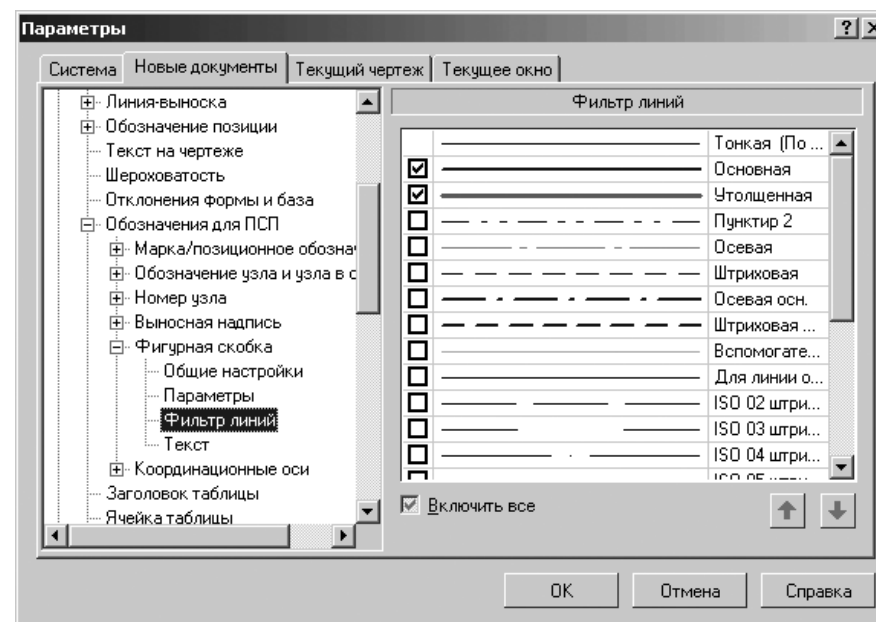

Рис. 10.66. Диалоговое окно **Параметры** с открытой вкладкой **Новые документы** и панелью **Фильтр линий**
- щелкните в списке настраиваемых элементов  **Фигурная скобка** по пункту **Фильтр линий**. В правой части появится панель **Фильтр линий**, показанная на рис. 10.66.